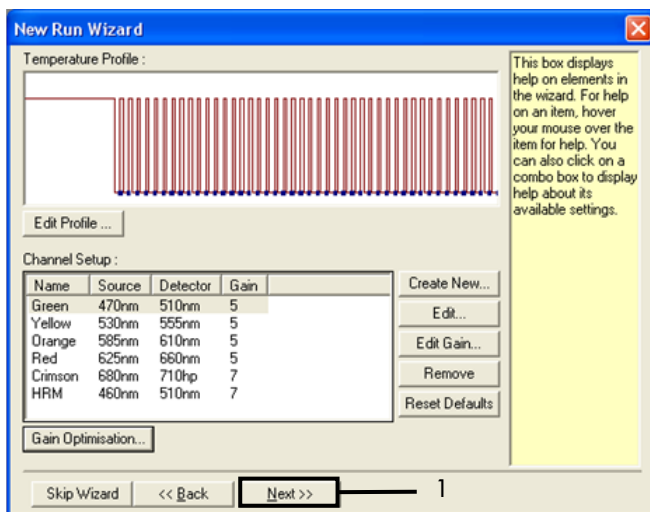

Figura 32. "Next" (Siguiente) (1).
15. Haga clic en Next (Siguiete) (figura 32). Haga clic en Save Template (Guardar molde) para guardar la plantilla del *therascreen* EGFR RGQ PCR Kit (archivo \*.ret) en una ubicación adecuada.